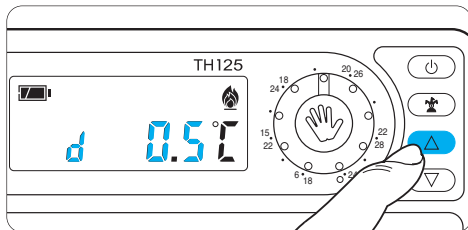

Fig. 14
4.2 - Premere il pulsante **▽** (indietro) o **△** (avanti) (fig. 14) sino a che non si raggiunge il valore desiderato. Dopo circa 10 s o premendo il pulsante **IP** sul display vengono visualizzate l'ora e la temperatura ambiente.